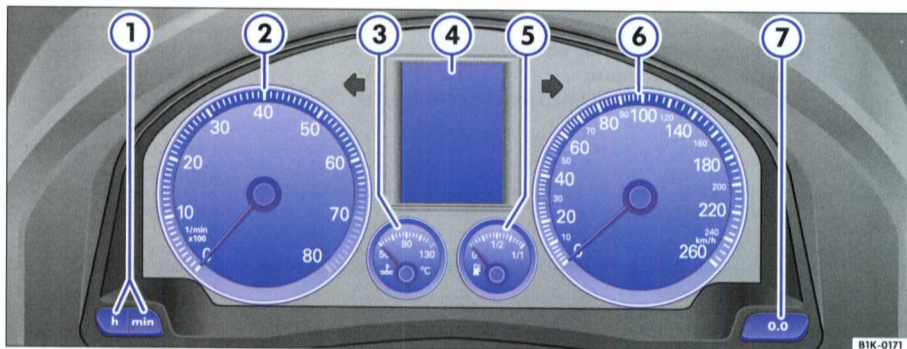

Fig. 3 Détail du tableau de bord : combiné d'instruments
Le début de la zone rouge du compte-tours ⇒ page 8, fig. 3 ② représente, pour chaque vitesse, le régime maximal autorisé du moteur rodé et à sa température normale de fonctionnement. Il est recommandé d'engager la vitesse immédiatement supérieure, de placer le levier sélecteur en position **D** ou de lever le pied de l'accélérateur avant que l'aiguille n'atteigne cette zone.
Le totalisateur situé à droite ③ enregistre les trajets partiels. Le dernier chiffre du totalisateur partiel indique les hectomètres. Vous pouvez remettre le totalisateur partiel à zéro en appuyant sur le bouton de remise à zéro ⇒ page 8, fig. 3 ⑦.